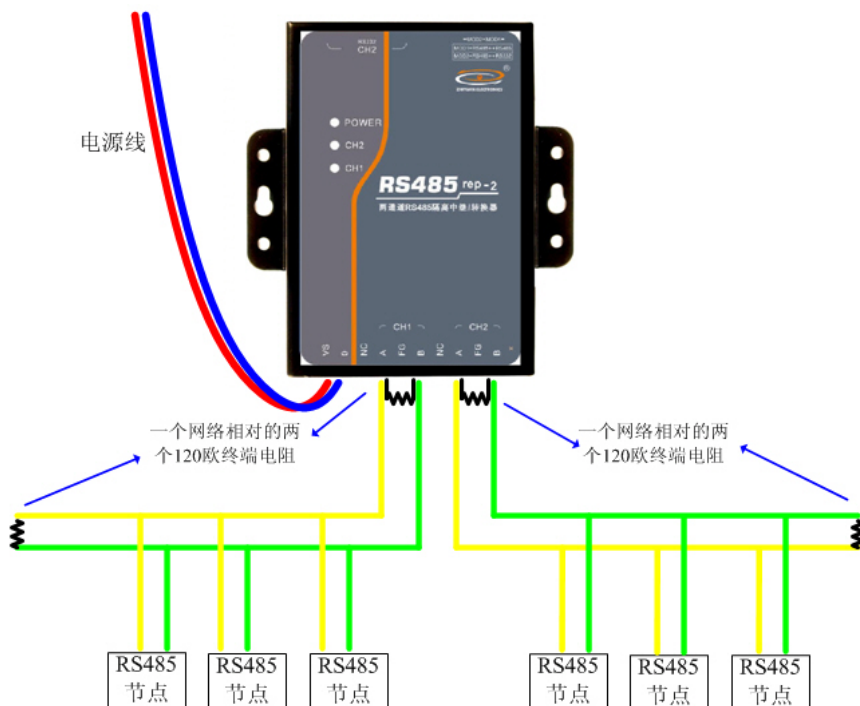

图 5.6 位于两个网络终端时
- 作为两个网络的中继器时，两个 RS485 端口均需要加 $120\ \Omega$ 欧终端电阻，且另一端亦要有对应的 $120\ \Omega$ 欧电阻。如图 5.6 所示。